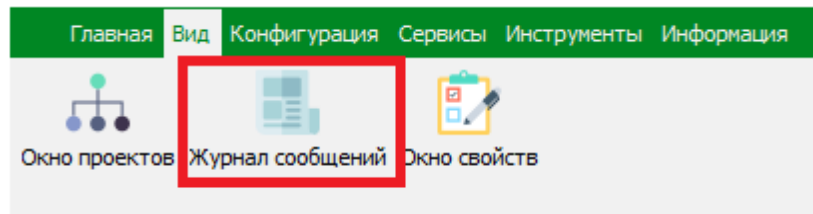

Рисунок 11 – Кнопка «Журнал сообщений»
2. Нажать кнопку «Журнал сообщений» (Рисунок 11).